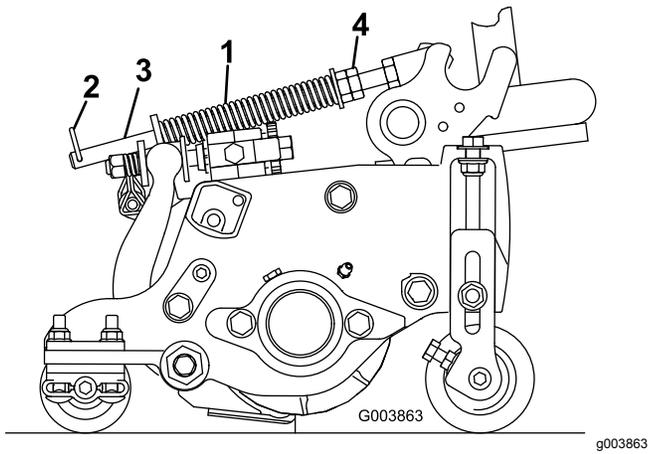

Figure 15
Le ressort de compensation transfère aussi le poids du rouleau avant au rouleau arrière (Figure 15). Cela évite la formation d'ondulations à la surface de la pelouse.
1. Vérifiez que la goupille fendue est insérée dans le trou de la tige de ressort (Figure 15).
- 2. Serrez les écrous hexagonaux sur l'extrémité avant de la tige de ressort jusqu'à ce que la longueur du ressort comprimé soit égale à 12,7 cm sur les plateaux de coupe de 12,7 cm ou à 15,9 cm sur les plateaux de coupe de 17,5 cm (Figure 15).